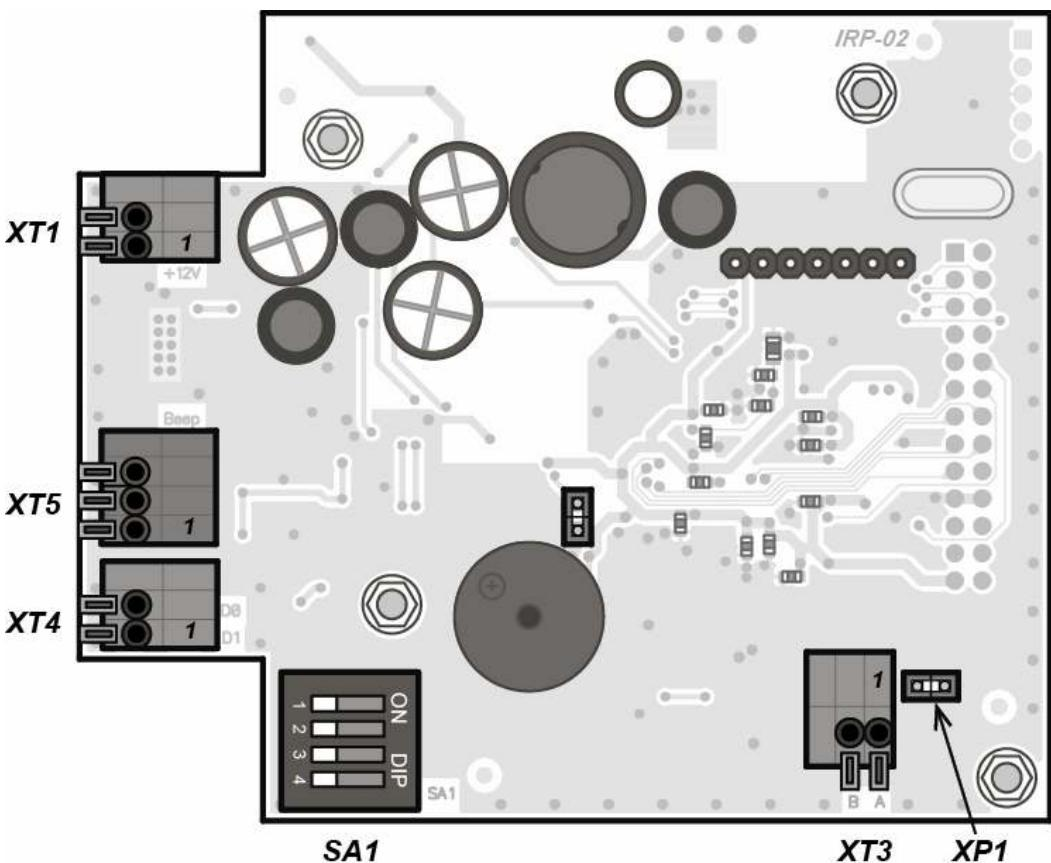
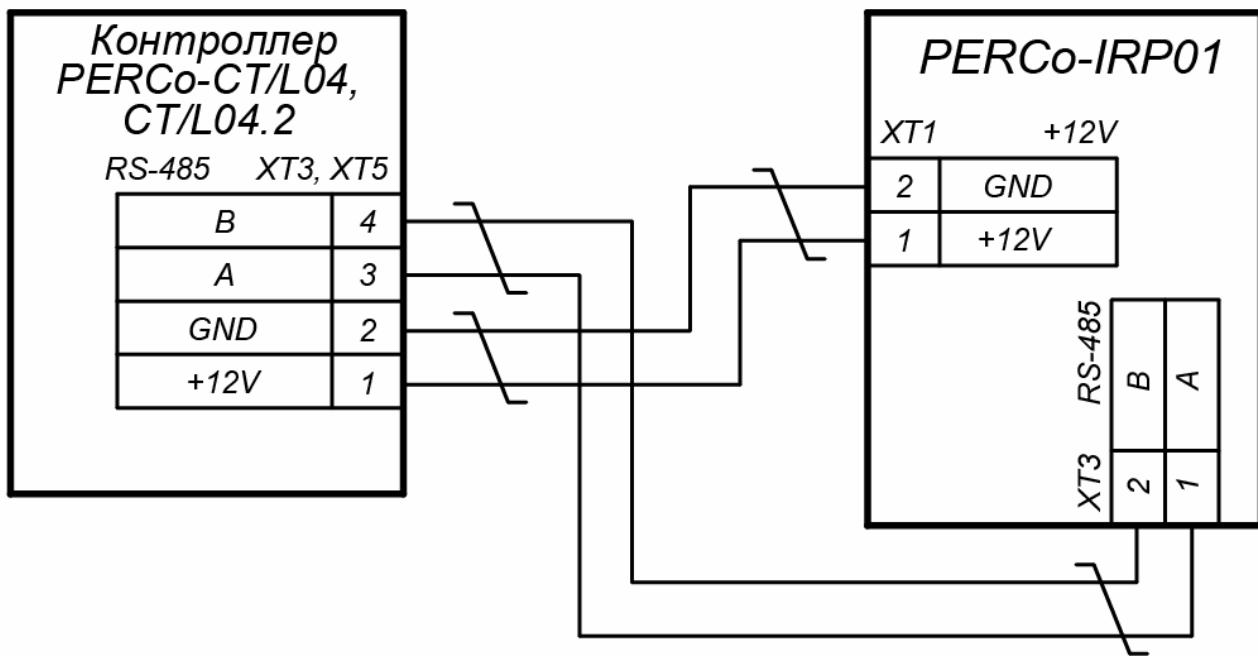
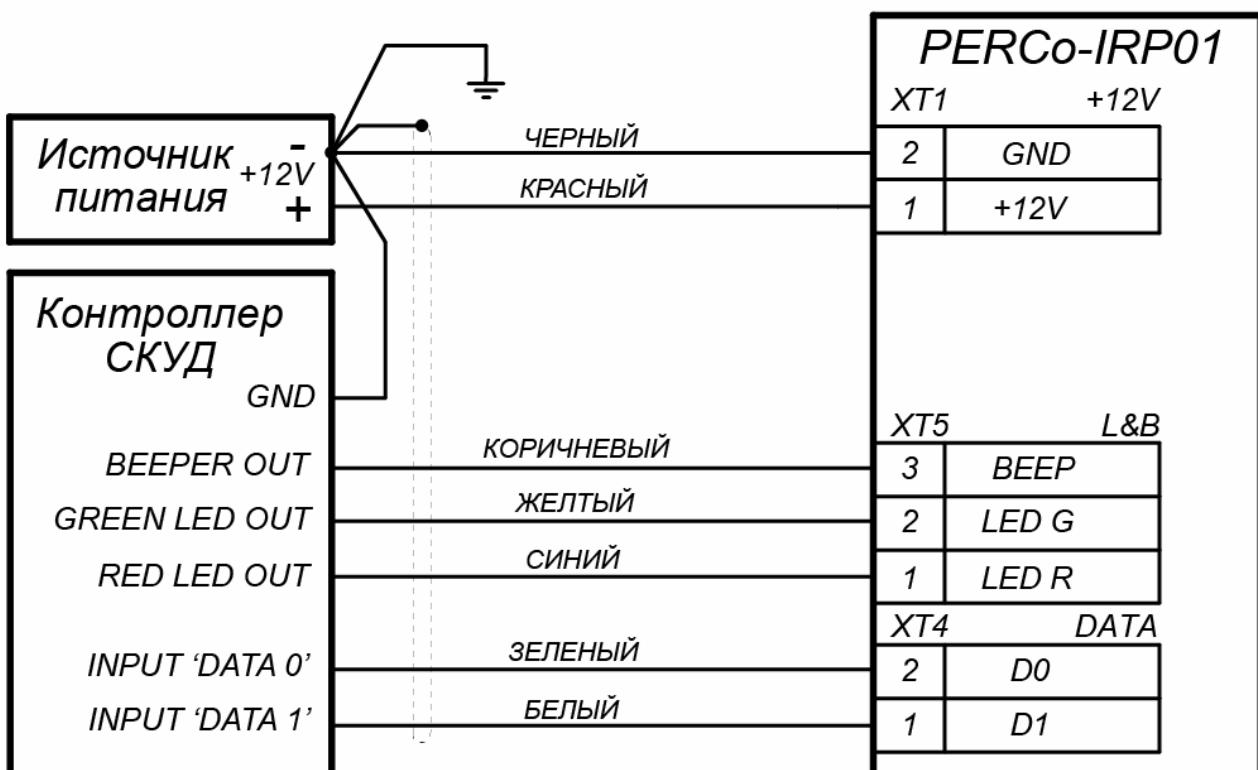

Рисунок 2. Внешний вид платы считывателя
Рисунок 6. Схема подключения считывателя
Рисунок 7. Схема подключения считывателя
Выбор интерфейса считывателя осуществляется с помощью переключателя №4 DIP-переключателя **SA1**, расположенного на плате считывателя (см. рис. 2):
Подключение считывателя к контроллеру СКУД по интерфейсу *RS-485* используется в системах **PERCo-Web**, **PERCo-S-20** (**PERCo-S-20** «Школа»). Для работы считывателя в режиме *RS-485* переключатель №4 DIP-переключателя **SA1**, расположенного на плате считывателя (см. рис. 2), должен быть установлен в положение *ON*.
Выбор номера считывателя осуществляется с помощью переключателей №1...№3 DIP-переключателя **SA1**, расположенного на плате считывателя (см. рис. 2), при этом переключатель №4 должен быть установлен в положение *ON*. Номер считывателя определяется согласно таблице 1.
Для работы считывателя в режиме *Wiegand* переключатель №4 DIP-переключателя **SA1**, расположенного на плате считывателя (см. рис. 2), должен быть установлен в положение *OFF*.
При работе с контроллерами СКУД на экране ЖКИ считывателя отображается индикация, аналогичная указанной в разделе 5.1.2. Возможны два варианта управления индикацией: «*single line*» и «*double line*». Выбор варианта индикации осуществляется с помощью переключателя №3 DIP-переключателя **SA1**, расположенного на плате считывателя (см. рис. 2), при этом переключатель №4 должен быть установлен в положение *OFF*. Вариант управления индикацией определяется согласно таблице 2.
Управляющие сигналы в случае работы в режиме «single line» передаются по линии, подключенной к контакту *Led R* (см. рис. 7) разъема **XT5** на плате считывателя (см. рис. 2). В случае работы в режиме «double line» управляющие сигналы передаются по двум линиям, подключенным к контактам *Led R*, *Led G* разъема **XT5** на плате считывателя. Для управления звуковой индикацией считывателя от контроллера СКУД необходимо соединить с минусом источника питания провод, подключенный к контакту *Beep* разъема **XT5**. Индикация считывателя в зависимости от подаваемых на него управляющих сигналов указана в таблице 3.
Выбор формата выходных данных *Wiegand* считывателя осуществляется с помощью переключателей №1 и №2 DIP-переключателя **SA1**, расположенного на плате считывателя (см. рис. 2), при этом переключатель №4 должен быть установлен в положение *OFF*. Формата выходных данных *Wiegand* считывателя определяется согласно таблице 4.
12. Проложите кабель внутри стойки-считывателя, закрепите его и подключите к плате считывателя согласно схемам подключения (см. рис. 6 или рис. 7).
14. Подключите кабель к контроллеру СКУД согласно схемам подключения (рис.6, 7).